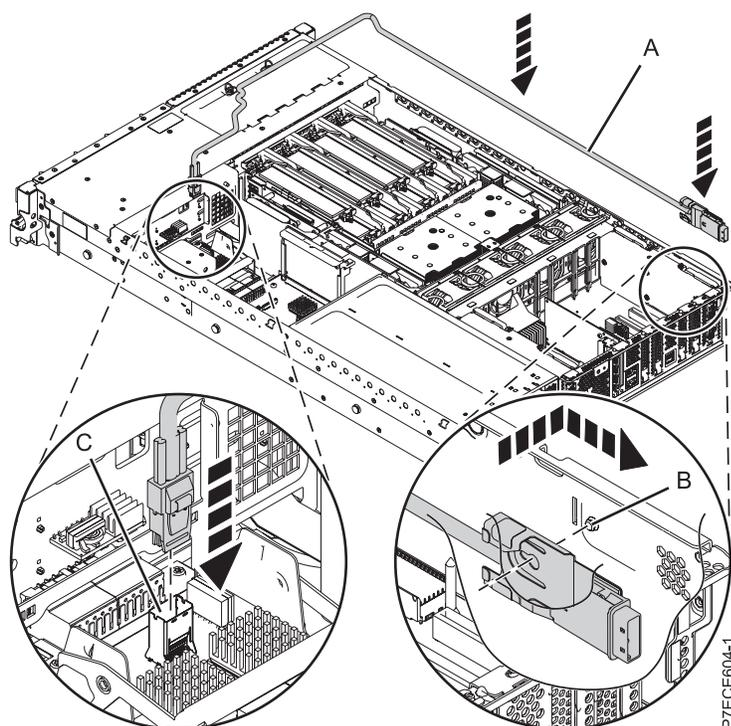

Abbildung 24. SAS-Kabel anbringen
10. Schließen Sie den Mini-SAS-Anschluss des SAS-Kabels an den internen SAS-Anschluss (C) am Speicherinterposer an, sodass er einrastet. Siehe Abb. 24.
11. Führen Sie das Kabel (A) vor dem Gehäuse der Speicherriserkarte am Kanal in der Seitenwand entlang, damit sich der SAS-Anschluss in der Nähe der Öffnung an der Rückseite des Chassis befindet.
12. Richten Sie die Nut in der Halterung des SAS-Anchlusses (B) so aus, dass sie sich direkt über dem Führungsstift im Chassis befindet. Schieben Sie dann den SAS-Anschluss in die Öffnung an der Rückseite des Chassis, bis die Lasche an der Halterung einrastet.